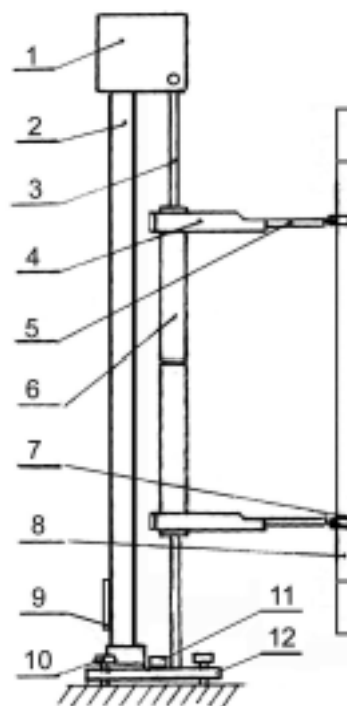

图 1
引伸计其结构如图 1 所示，引伸计由位移变换器 1、立柱 2、导轨 3、伸出臂 4、伸缩臂 5、滑座管 6、橡皮筋 7、底座 9 等组成。整套引伸计放在试验机底座平台上，调节底座螺钉 10，观测水泡的位置使引伸计垂直于地面，上下两滑座管 6 可沿导轨 3 自由滑动。伸出臂 4 装在滑座管 6 上，引伸计标距可在上下滑座管合拢时，调节上下伸出臂的间距来完成（调节范围 50~150mm），伸缩臂 5 是伸出臂的延长，伸出长度可调节，试验时根据导轨到试样的距离来调节锁定。对于橡胶试样，伸缩臂前端装有夹头（如图 2b），用夹头夹住橡胶；对于塑料试样，用橡皮筋将刀口固定在塑料试样上。拉伸时试样伸长，上下滑座管间距增大，上下滑座管沿导轨的位移通过位移传感器，变换成电信号输出，在位移数显表上直接读得伸长量。
- 1、将引伸计安放在试验机底座平台上，如图 1 所示，调节螺钉 10，观察引伸计底板上的水泡位置使引伸计的立柱垂直于地面。